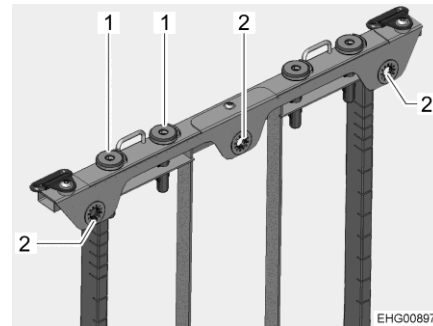

Fig. 12 Régler l'appuie-tête
- Tirer avec force le coussin vers l'avant au niveau des épaules pour le détacher des trois assemblages par clips (Fig. 12,2).
- Tirer l'appuie-tête vers le haut ou le pousser vers le bas jusqu'à ce qu'il s'enclenche dans la position d'ancrage désirée dans les douilles de guidage (Fig. 12,1).